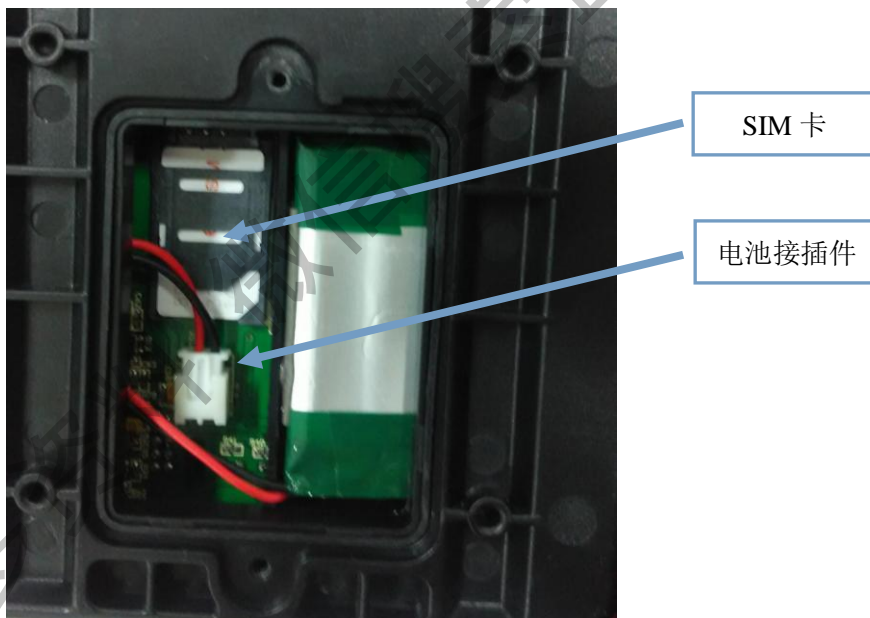

图 2-1 电池位置
1.3 观察 T-BOX 后盖中央处是否携带螺钉，如没有，将 T-BOX 重新连接接插件，如此时绿灯正常，则维修完毕，记录情况，反馈给技术中心。如依然不正常，更换 T-BOX。如有螺钉，则将螺钉处盖板拆下，并断开电池，如图 2-1 所示。将 T-BOX 重新连接接插件，如此时绿灯正常，则维修完毕，连接电池接插件并恢复现场，记录情况，反馈给技术中心。如依然不正常，更换 T-BOX。
(iEV6S、iEV5 按此执行, 其他车型放置在安装位置), 如此时绿灯正常, 则更换 T-BOX, 记录情况, 反馈给技术中心。如依然不正常, 进入 3.2。如有螺钉, 则将螺钉处盖板拆下, 并断开电池, 如图 2-1 所示。将 T-BOX 重新连接接插件, 并放置在中通道外, 如此时绿灯正常, 则更换 T-BOX, 记录情况, 反馈给技术中心。如依然不正常, 进入 3.2。
3.2 更换 T-BOX SIM 卡, SIM 卡必须是联通或移动 SIM 卡。观察 T-BOX 后盖中央处是否携带螺钉, 有螺钉的 T-BOX SIM 卡位置如图 2-1, 无螺钉的 T-BOX SIM 卡位置如图 2-3。有螺钉的要先把电池接插件断开, 然后更换 SIM 卡最好将 T-BOX 重新连接接插件, 并放置在安装位置, 如 T-BOX 工作正常, 则维修完毕, 记录 SIM 卡卡号、接好电池接插件、T-BOX 设备号、底盘号反馈给技术中心。如不正常, 则进入 3.3。